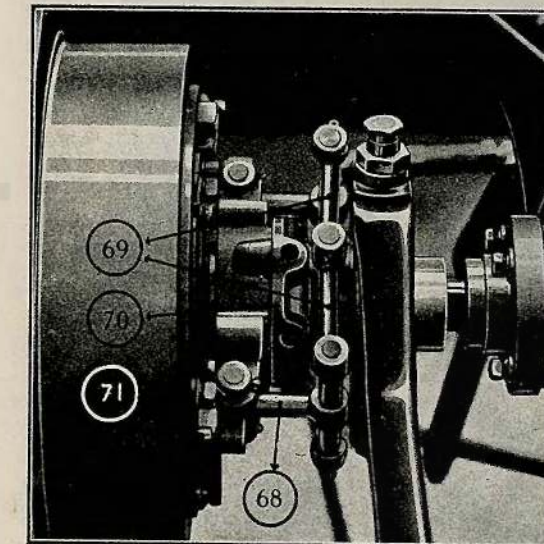

FIG. 14
trou et appuyer en même temps sur la pédale pour maintenir débrayé ; tourner ensuite vers la droite (on remarque une résistance pour démarrer car l'écrou est fixé dans sa position par un cran, on sentira également l'écrou se fixer dans le cran suivant). Ne faire qu'un seul cran à la fois et vérifier le réglage en laissant revenir la pédale en arrière. La bonne position de réglage est obtenue quand on sentira une légère résistance lorsque les biellettes de commande (69) arriveront dans le prolongement l'une de l'autre au point zéro (fig. 14), on continuera de tourner successivement de 1 cran vers la droite en véri-